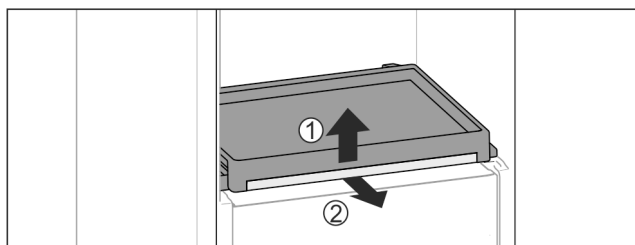

Fig. 153
- Odstranite izvlečno polico s stekleno ploščo: Stekleno ploščo spredaj rahlo dvignite Fig. 153 (1) in jo izvlecite naprej Fig. 153 (2).